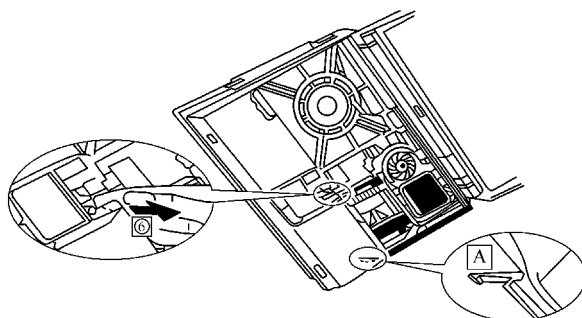

图 6-18 移动面板前应检查面板与底板之间是否有挂钩
(3) 按箭头“⑥”方向移动面板（在移出面板之前应注意观察面板与底板之间是否有挂钩“A”），如图 6-18 所示。